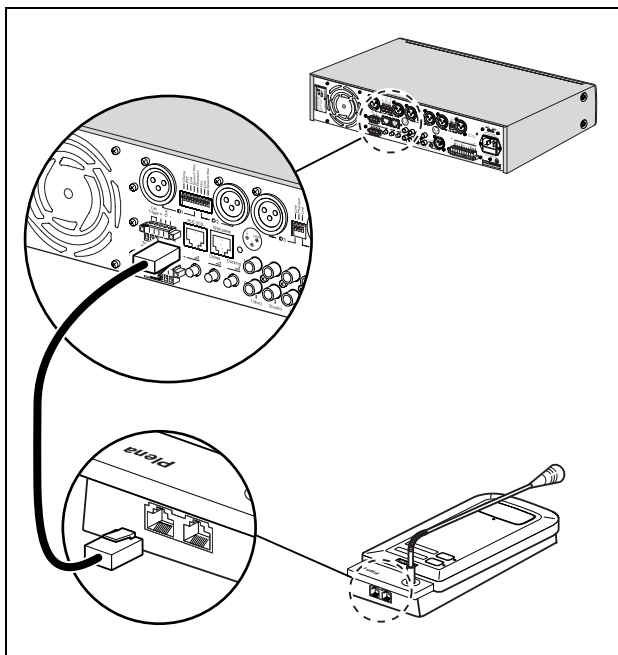

рисунок 3.1: Подключение станции вызова к микшеру или смесительному усилителю.
- 1 Подключите Двухзонная станция вызова Plena к двухзонному микшеру серии PLE или смесительному усилителю с помощью кабеля Cat-5 Ethernet (см. рисунок 3.1). Можно использовать любую из розеток RJ-45.